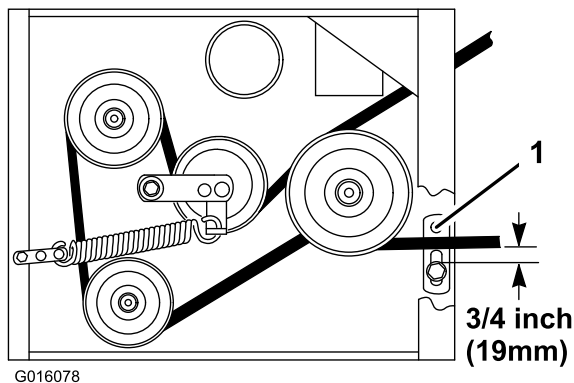

Figure 46
- Vérifiez que le guide de courroie sous le bâti du moteur est réglé correctement (Figure 46).
Remarque: Lorsque la courroie du plateau de coupe est engagée, vérifiez que le guide et la courroie sont espacés de 19 mm (Figure 46). Réglez le guide de courroie du plateau de coupe au besoin. La courroie désengagée ne doit pas traîner ni tomber de la poulie quand les guides sont réglés correctement.